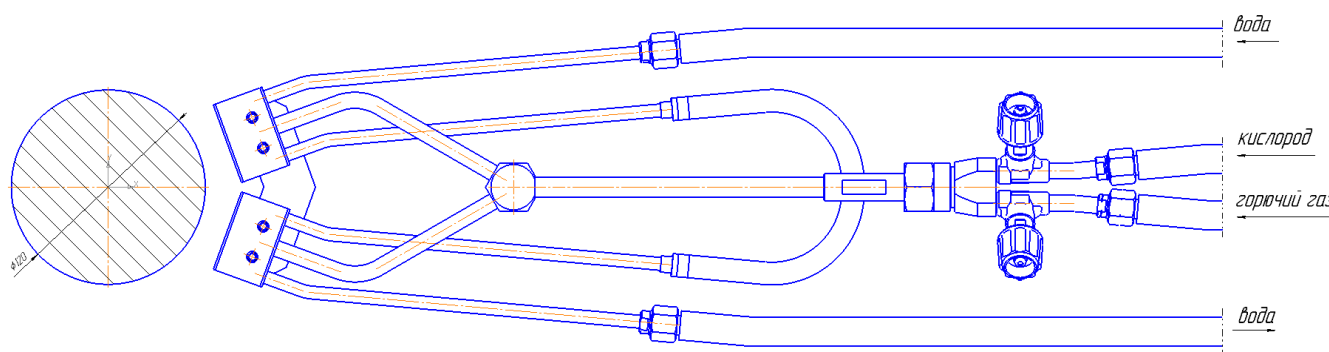

Рис.2 Монтаж горелки при эксплуатации
5.1 Смонтируйте горелку согласно рис.2. Рекомендуется подводить охлаждающую воду сначала к мундштуку расположенному при монтаже горелки сверху.